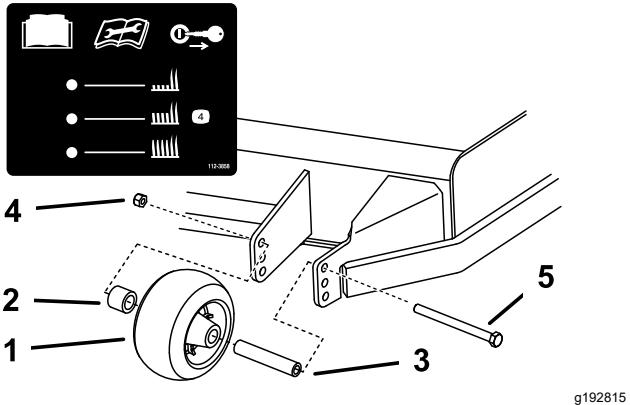

Figura 30
3. Ajuste los rodillos protectores del césped, tal y como se muestra en la **Figura 30**.